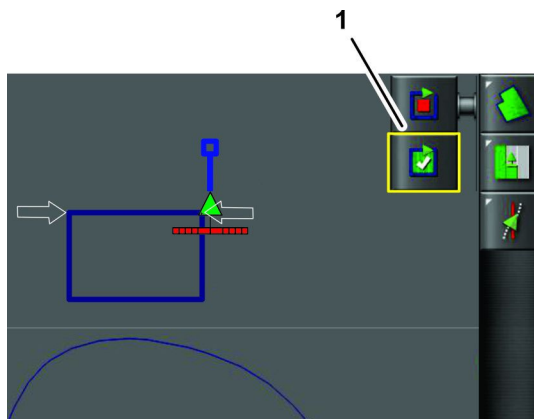

Рисунок 50
6. Совместите наружную среднюю часть левого переднего колеса с последней точкой и остановите машину (Рисунок 50).
7. Нажмите на значок ЗАВЕРШЕНИЯ ЗАПИСИ ГРАНИЦЫ ПОЛЯ (Рисунок 50).